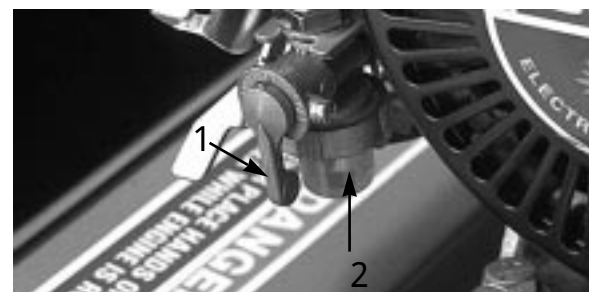

図 33
1. 燃料バルブを閉じて、フィルタのボディーからボウルを外す (図 33)。